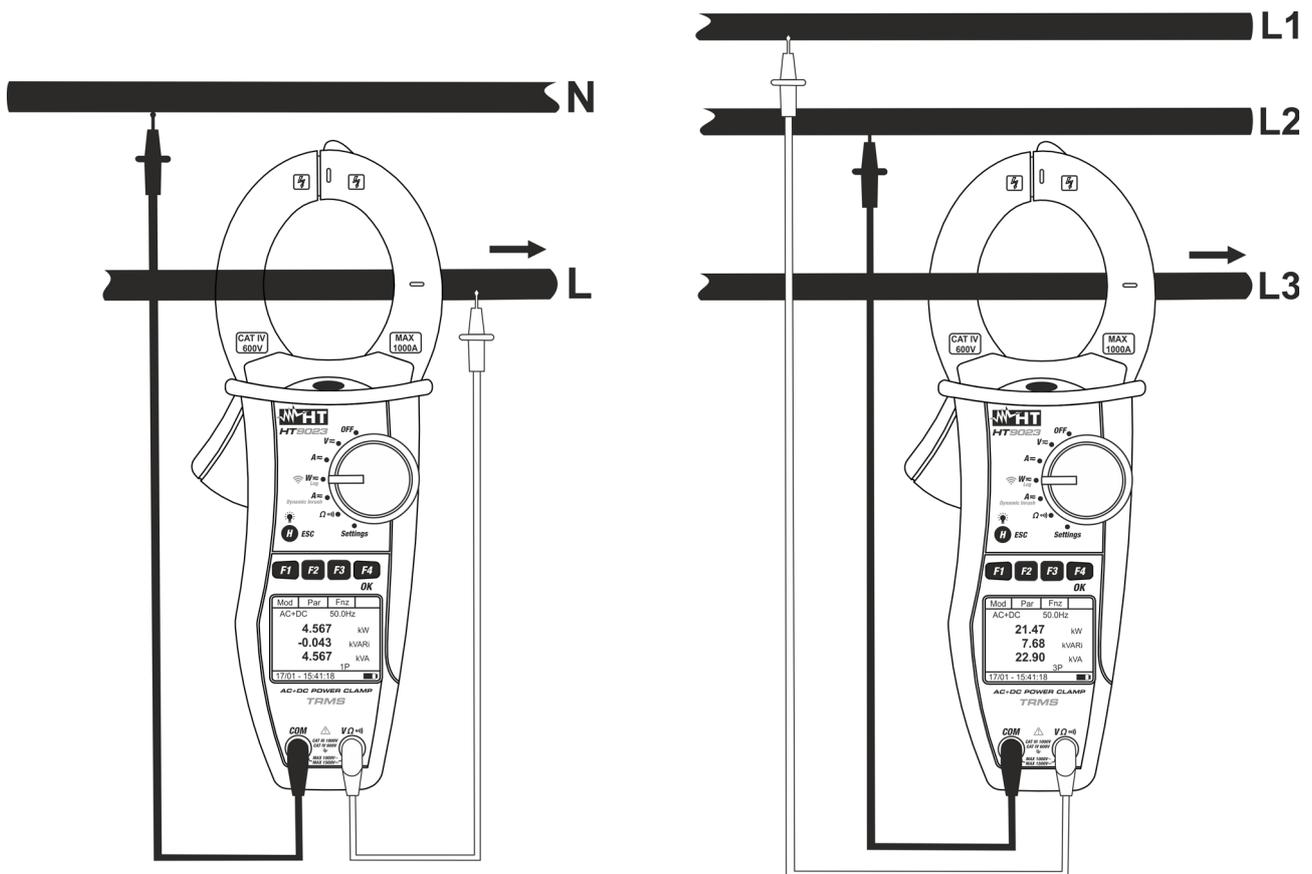

Abb. 13: Messung von AC/AC+DC ( 1- oder 3 –Phasen)
6. Verbinden Sie die rote Messleitung mit der **VΩⓂ** Eingangsbuchse, und die schwarze Messleitung mit der **COM** Eingangsbuchse, und verbinden Sie das Gerät, wie in der Abb. 13 beschrieben wird. Setzen Sie den Leiter ins Zentrum der Zangenöffnung, damit Sie eine genauere Ablesung der Messwerte erhalten. Auf die vorhandenen Ausrichtungsmarkierungen Bezug nehmen (siehe Abb. 13).
7. Die Werte der AC Leistungen (Wirk,- Schein- und Blindleistung) werden angezeigt. Das Messgerät ermöglicht auch eine Erfassung der möglichen Gleichstromkomponenten. Das kann sehr hilfreich für Messungen der pulsformigen Signale sein, in der Regel von nicht-linearen Lasten (z.B: Schweißer, elektrische Öfen, etc) Drücken Sie **F2 (Par)** und wählen mit der gleichen Taste die **“PF-DPF”** Option für den Leistungsfaktor (PF) und Cosphi (DPF) Messung. Bestätigen Sie mit **F4 (OK)**. Der folgende Display wird angezeigt: